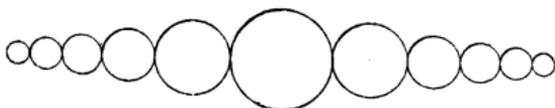

Fig. 60.
**Billes (fig. 60).** — De forme sphérique, les billes